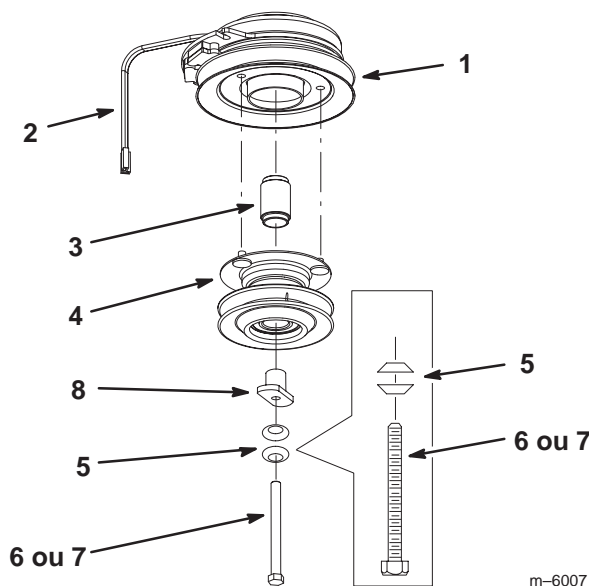

Figure 5
1. Posez la nouvelle entretoise de poulie dans l'embrayage (Fig. 5).
2. Montez l'ensemble poulie d'entraînement dans les trois trous percés dans la poulie d'embrayage (Fig. 5).
3. Posez l'entretoise d'entraînement dans l'ensemble poulie d'entraînement (Fig. 5).
4. Si la machine est équipée d'un moteur Kawasaki®, montez l'embrayage avec un boulon (7/16 x 5-1/2") et 2 rondelles bombées existantes (Fig. 5).
5. Si la machine est équipée d'un moteur Kohler®, montez l'embrayage avec un boulon (7/16 x 4-3/4") et 2 rondelles bombées existantes (Fig. 5).
6. Serrez le boulon de l'embrayage à 75 Nm (Fig. 5).